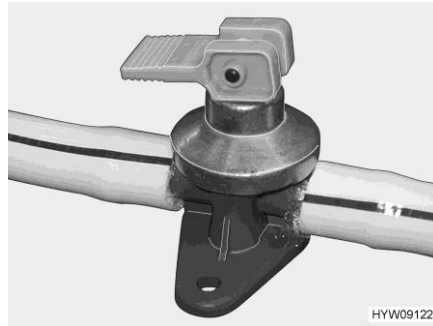
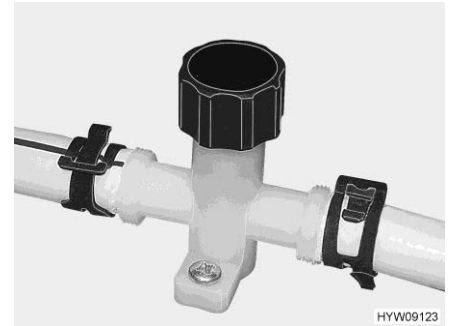

Fig. 146 Rubinetto di scarico con leva a bilanciere
Fig. 147 Rubinetto di scarico con manopola
- Aprire tutti i rubinetti di scarico (Fig. 146 o Fig. 147).